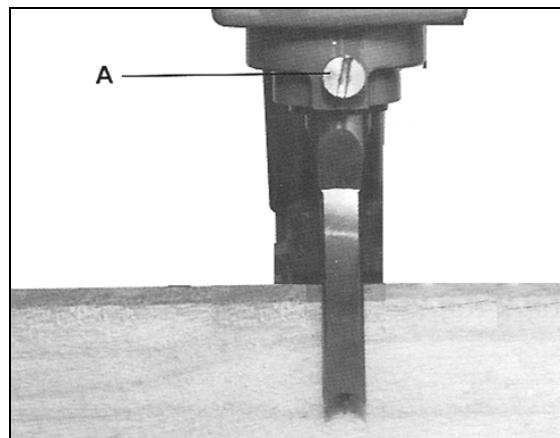

Рис. 6
**ПРИМЕЧАНИЕ:** Резец должен быть установлен параллельно торцевой поверхности заготовки, которую можно использовать в качестве шаблона (Рис. 6).